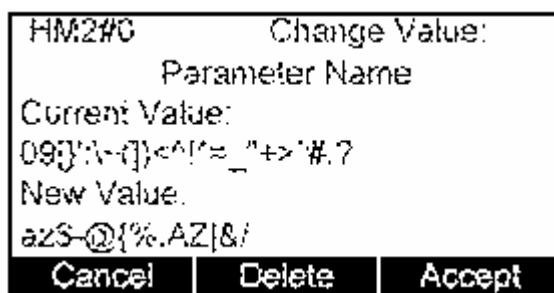

Рис. 2-9 Типовой экран для изменения буквенно-цифровых параметров
- Для буквенно-цифровых параметров воспроизводится экран, подобный тому, который показывается на рис. 2-9, странице 2-9. На таком экране индицируется следующая информация: